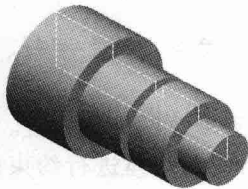

图 1-7 “制陶转盘”法
2. “制陶转盘”法 制陶转盘法以一个简单的旋转特征创建零件，如图 1-7 所示。一个单个草图表示一个切面，它包括在一个特征里完成该零件所必需的所有信息及尺寸。尽管这种方法看上去很有效，但是大量的设计信息包含在单个特征中，限制了模型的灵活性而且修改时很麻烦。